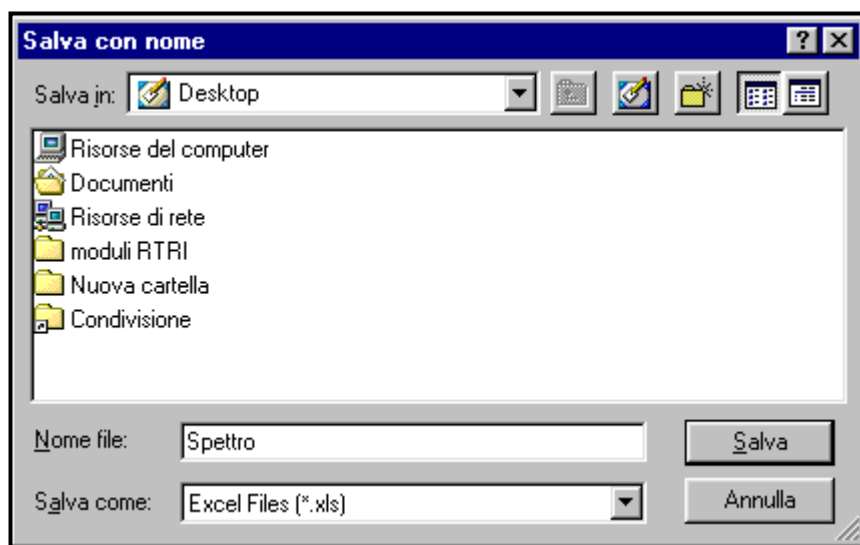

Figure 5.2
- Choisir l'extension XLS (Fig. 5.2),
- d) Choisir l'extension XLS (Fig. 5.2),